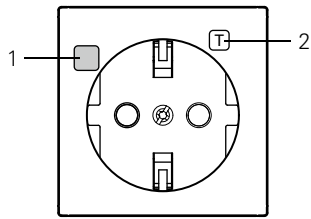

Bild 1
- FI-Schutzsteckdose (IP 20), Bild 1